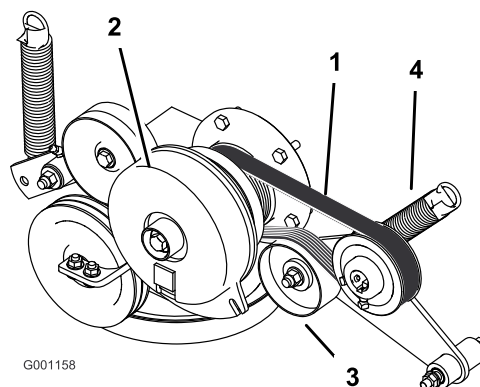

Figure 55
3. Décrochez le ressort du bras de la poulie de tension (Figure 55).
4. Montez la courroie neuve sur les poulies du moteur et des pompes hydrauliques (Figure 55).
6. Raccrochez le ressort au bras de la poulie de tension (Figure 55).